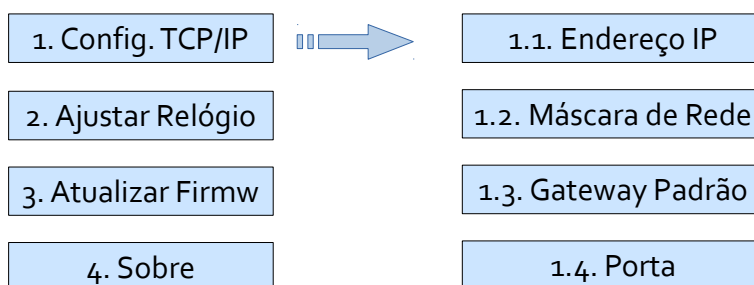

Figura 10
O equipamento possui um teclado externo, que para ser utilizado deve ser conectado a placa principal no interior do painel da Catraca. Este teclado possui a função de permitir acesso aos usuários, além de permitir também o acesso a funções especiais, conforme ilustra a **Figura 10**.
Através do menu do equipamento (**Figura 10**), pode-se: (1) realizar alguns ajustes do equipamento, (2) visualizar informações a respeito da versão do *firmware* e (3) colocar o equipamento em modo de gravação para ser possível atualizar o seu *firmware*.